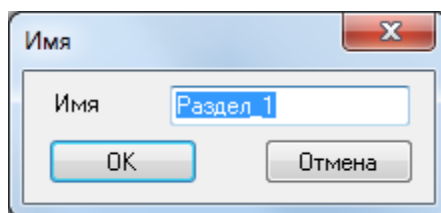

Рисунок 2.40
- создается раздел (см. рисунок 2.40) с помощью кнопки  или контекстного меню **Создать раздел** или выбирается в дереве разделов панели параметров;